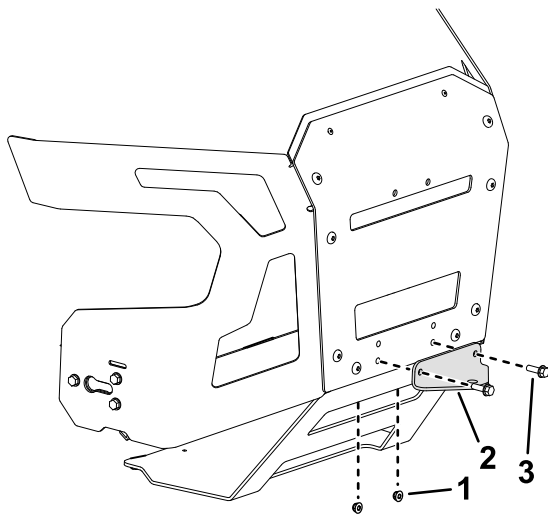

Figure 12
1. Retirez les 2 boulons, les 2 écrous et le support d'attelage existants au bas de la protection arrière (Figure 12).